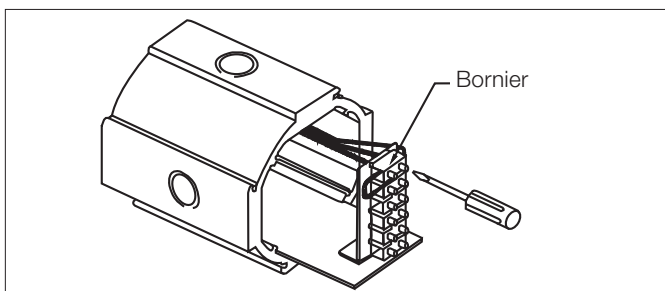

Figure 8 – Chariot bornier
- Les connexions au câblage d'alimentation sont faites par le biais du boîtier de connexion latéral (bornier). Glisser le chariot hors du boîtier pour accéder au bloc bornier (Figure 8, page 20).